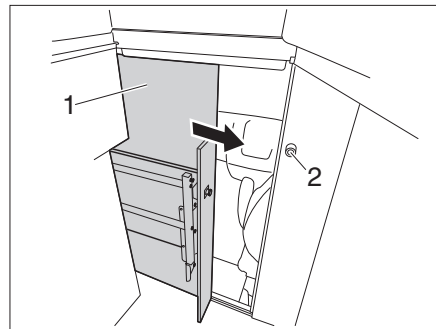

Fig. 56 Serratura cabina di guida
- ▷ Viaggiare solo con porta (Fig. 56,1) bloccata.
- Chiudere la porta (Fig. 56,1) facendola innestare nella serratura.
- Ruotare la maniglia (Fig. 56,2) in senso antiorario fino a bloccare la porta.
- Ruotare la maniglia (Fig. 56,2) in senso orario fino a sbloccare la porta.
- Aprire la porta (Fig. 56,1) e bloccarla.